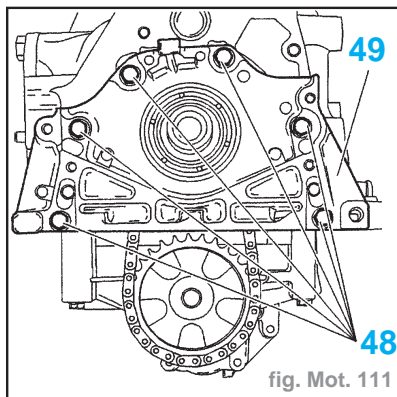

fig. Mot. 111
- Déposer (fig. Mot. 111) :
- les vis (48)
- la plaque d'étanchéité (49) et son joint